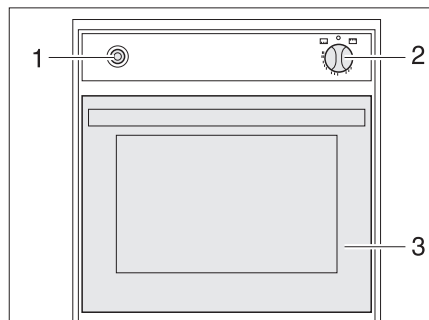

Fig. 310 Forno a gas (Spinflo)
- Aprire completamente lo sportello del forno (Fig. 310,3).
- Premere leggermente il pomello girevole (Fig. 310,2) e metterlo su "🔥" (forno) o "🍖" (grill).
- Premere il pomello girevole (Fig. 310,2) e tenerlo premuto per 5-10 secondi. Il gas fluisce verso il bruciatore.
- Premere l'interruttore di accensione (Fig. 310,1) finché la fiamma non brucia.
- Ruotare il pomello girevole (Fig. 310,2) su "O". La fiamma si spegne.